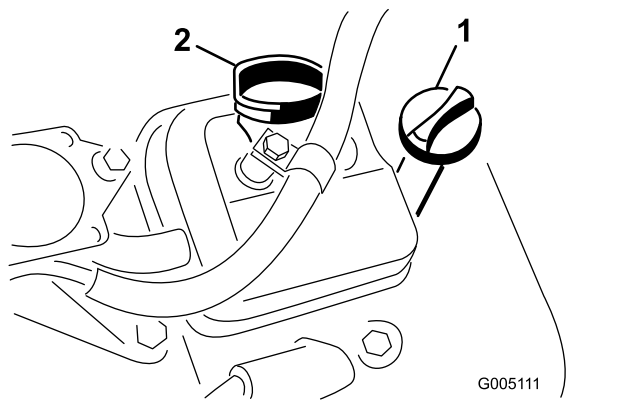

Figura 28
3. Insira a vareta no tubo da vareta e enrosque-a no tubo (Figura 28).